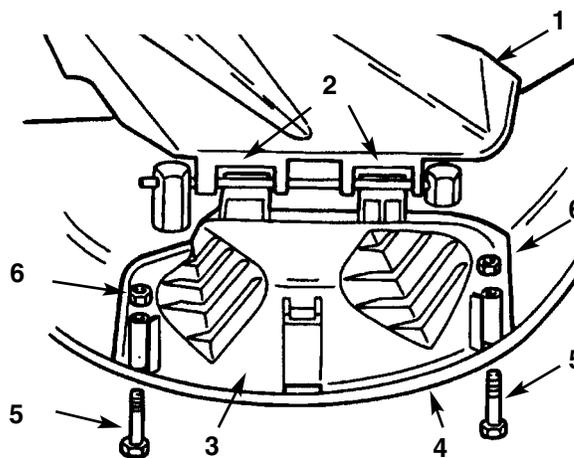

Fig. 14
1. Sollevate il deflettore dell'erba ed inserite le alette della calotta di scarico sotto l'asta di tenuta del deflettore. Fate girare la calotta di scarico sull'apertura, sopra il bordo inferiore del tosaërba (Fig. 14).
2. Fissate la calotta di scarico sul bordo inferiore del tosaërba con bulloni e dadi (Fig. 14).